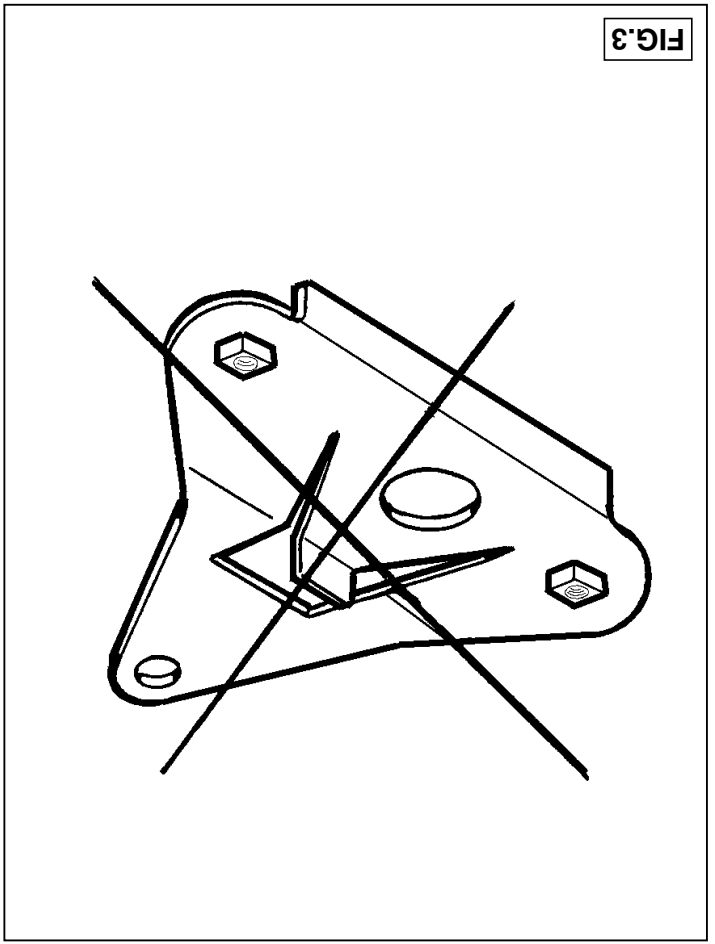

FIG.3
- * **Voor de typen tot 1999 geldt:** Verwijder het plaatje zoals afgebeeld in fig.3. Het verwijderde plaatje komt te vervallen.
- * **For models up to 1999:** Remove the plate as shown in Figure 3. This plate will not be replaced. With this vehicle model, it is not necessary to cut a section out of the bumper.
- * **Für alle Typen bis 1999 gilt:** Plättchen gemäß Abb. 3 entfernen. Das entfernte Plättchen wird nicht wiederverwendet.
1. Zdemontować zderzak. Cztery śruby i sześć nitów rurkowych odkręcić wg. rys. 1. Strzemię zderzaka odkręcić z prawej i z lewej strony zderzaka wg. rys. 2. Zdjąć tylną podwieszanie wydechnu. **Typy do 1999** : płytkę zdemontować wg. rys. 3. Element ten nie będzie ponownie wykorzystywany. **Typy od 1999** : wyprostowaną krawędź ściętą pierścienia samouszczelniającego wygiąć wg. rys. 5.
- * **Pour les types jusqu'à 1999** : Enlever la petite plaque comme indiqué à la fig. 3. Elle n'est plus utilisée.